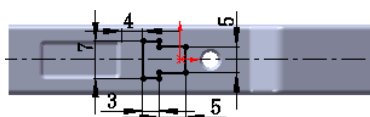

图 16.5.35 横断面草图
② 定义横断面草图。在草图环境中绘制图 16.5.35 所示的横断面草图。
(3) 定义切除深度属性。在“切除—拉伸”对话框 **方向 1** 区域的  下拉列表中选择 **成形到下一面** 选项。
(4) 单击对话框中的  按钮, 完成切除—拉伸 3 的创建。